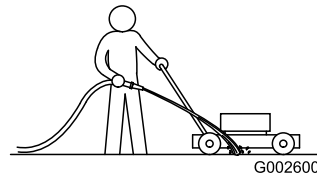

Рисунок 46
1. Установите газонокосилку на ровную поверхность с твердым покрытием, и при работающем двигателе направьте струю воды на пространство перед правым задним колесом (Рисунок 46).